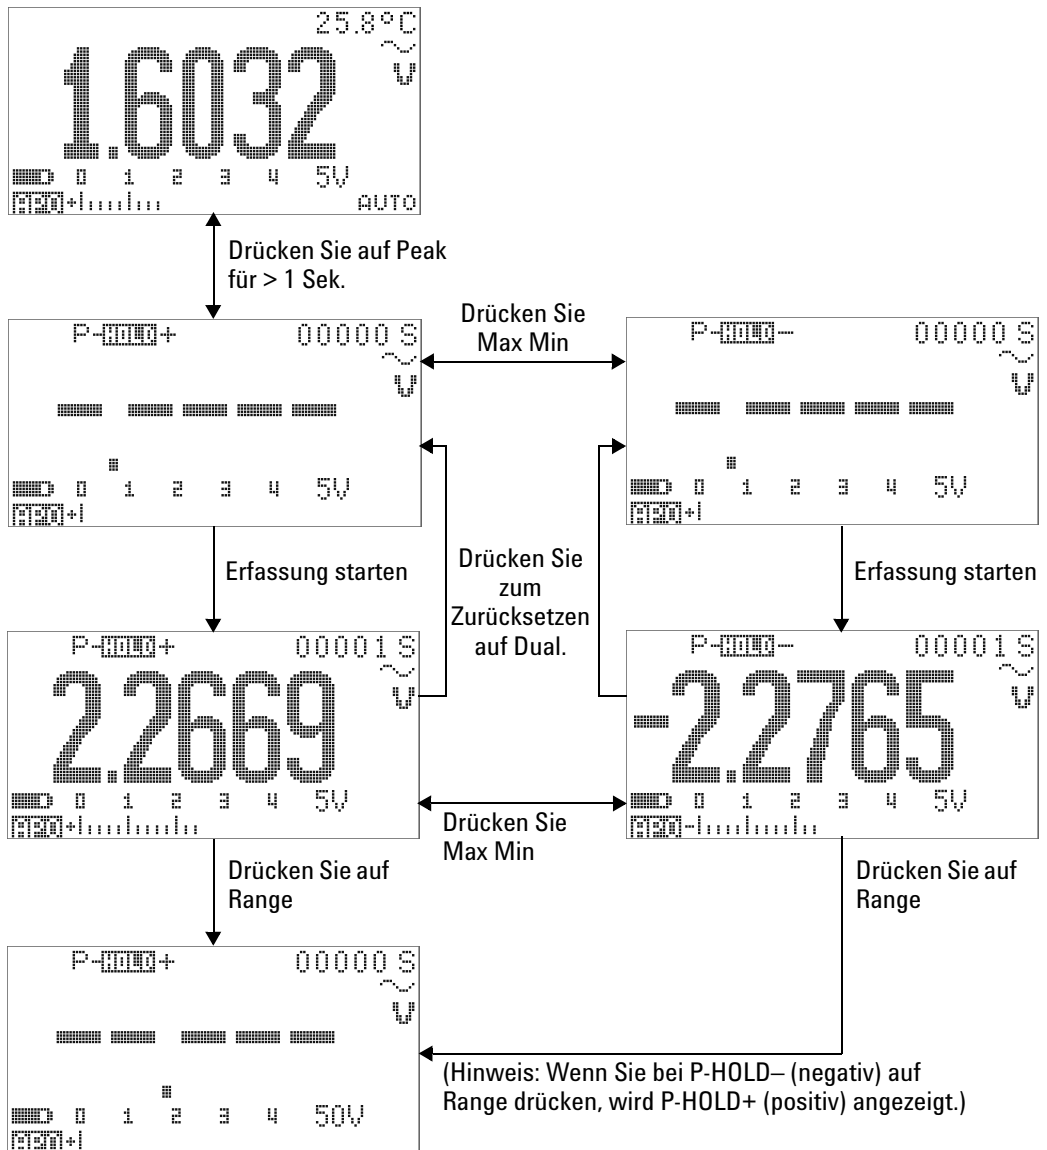

Abbildung 3-7 1-ms-Spitzenwert-Haltemodus
- 4 In dem in Abbildung 3-7 auf Seite 72 aufgeführten Messbeispiel ist der Scheitelfaktor  $2,2669/1,6032 = 1,414$ .